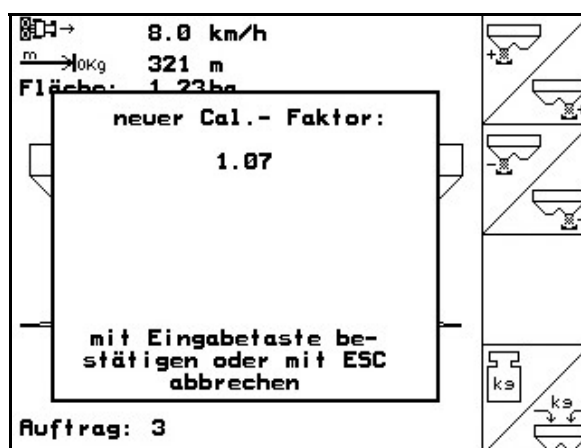

Fig. 58
8. Den nye kalibreringsfaktor vises og bekræftes med eller kasseres med (Fig. 58).